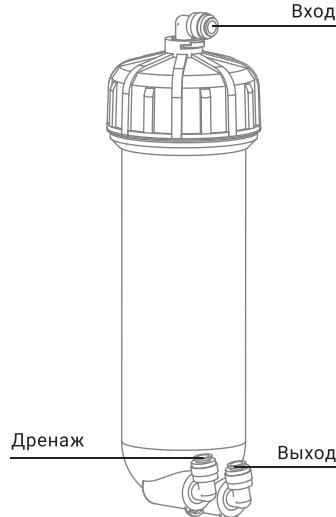

Рис. 16
7. Подключите трубы к корпусу мембранны (см. раздел «Присоединение трубок» (стр. 8)), соблюдая последовательность их подключения к корпусу (вход/выход/дренаж) (рис. 16). Каждую стопорную клипсу зафиксируйте на цангуне, с которой она была снята.